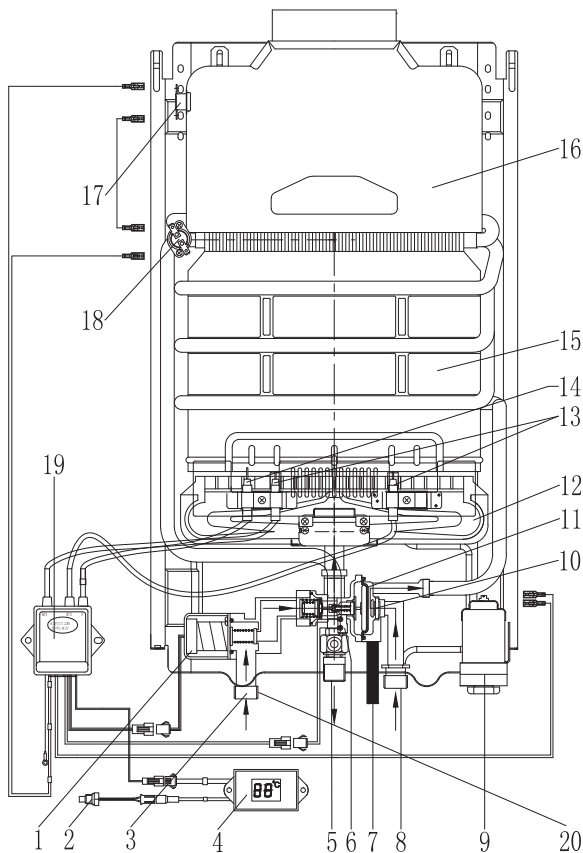

Рис. 7. Fierly 6/10 LPG
- открытые сливную заглушку (7 на схеме устройства, рис. 7, 8), для того, чтобы из водонагревателя вылилась вся вода;